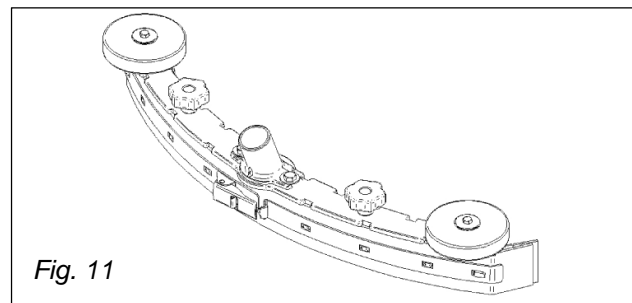

Fig. 11
3. Desfilas la hoja premiguarnizione y la guarnición (Fig. 11). Girar la guarnición y eventualmente reemplazarla haciendo caso a su correcta alineación con respecto del terreno